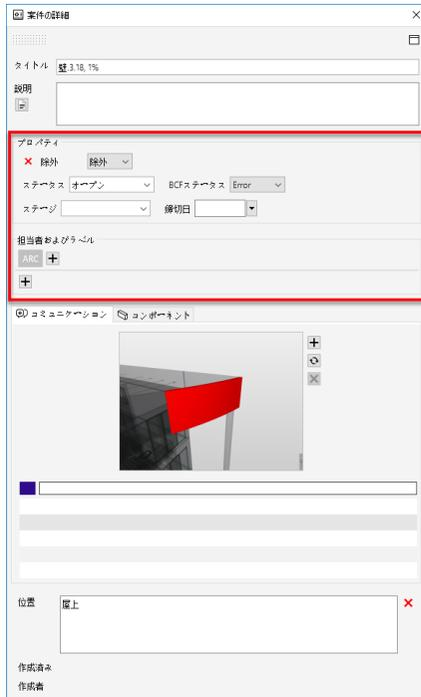

図 58. 案件の詳細のプロパティのタブウィンドウ
(15)また、問題を解決するために、専門家にこの問題を割り当てるには、「プロパティ」タブへ移動し、ステータスを「割り当て済み」に変更し、担当者の項目に「太郎」と入力してください。(図 58 を参照)